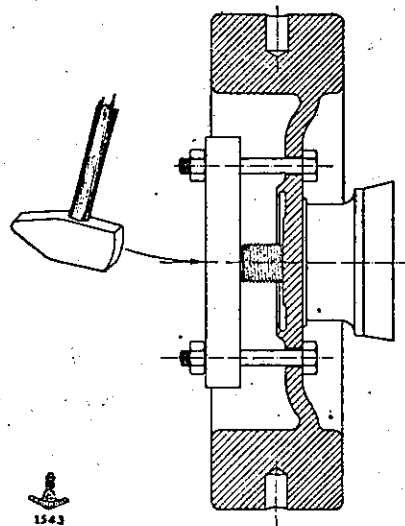

Fig. 21.
94. INRICHTING VOOR HET AFTREKKEN VAN HET VLEEGWIEL; zie fig. 21.